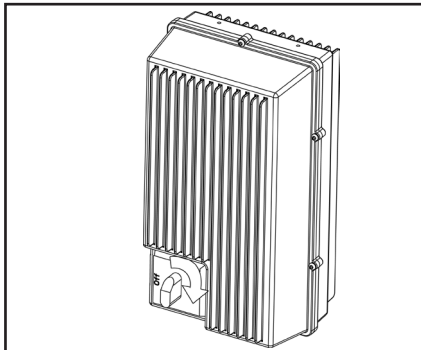

Fig. 1 0627106
Eine typische Booster für Bodengestell Installation ist in fig. 1 gezeigt
3. schalten (Fig. 1).
1. Den Hauptschalter an der Kontrollbox abschalten (Fig.1)